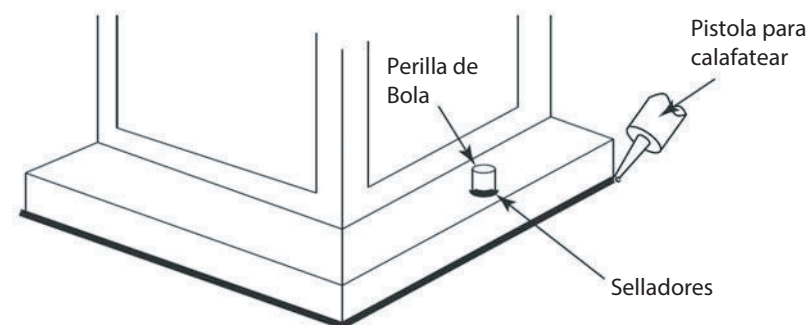

Figura 2
1. Conecte el cable de alimentación positiva (A) (normalmente negro el lado no marcado suave del cable de dos conductores) de plomo accesorio positivo (B) con un giro de tamaño apropiately conector - Véase la Figura 2 y 3.
2. Conecte el cable de alimentación negativa (C) (por lo general de color blanco o el lado marcado estriado del cable de dos conductores) de plomo accesorio negativo (D).
Loop alambre de tierra (E) (generalmente de cobre o verde recubierto de plástico) debajo de la cabeza del tornillo de tierra (S) en la brida de montaje accesorio (M) y conectar con el extremo suelto del cable de tierra luminaria directamente al cable de tierra del sistema de construcción con un tamaño adecuado twist-conectores - Véase la Figura 2.
Después asegurar fijo en su lugar, se recomienda que la distancia entre la parte superior y la base de montaje del accesorio se sellará con cualquier buen masilla impermeable de calidad o sellador de silicona (no incluido). También se recomienda que una pequeña capa de masilla o sellador de ser sometidos a los mandos de bolas utilizadas para montar accesorio - Véase la Figura 2.